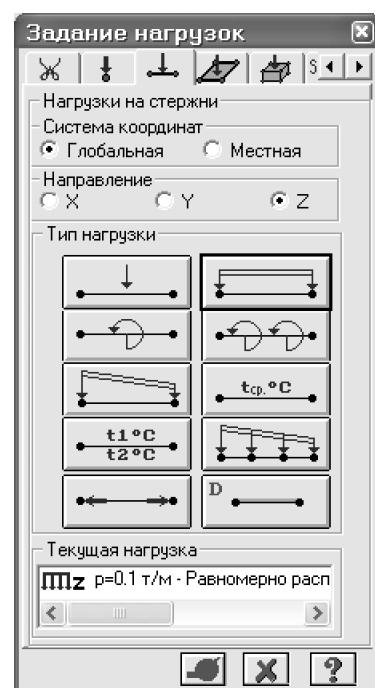

Рис.8.19. Диалоговое окно
- С помощью меню **Выбор** ⇒ **ПолиФильтр** (кнопка на панели инструментов) вызовите диалоговое окно **ПолиФильтр** (рис.8.19).
- В диалоговом окне **Задание нагрузок** (рис.8.19) активизируйте закладку **Нагрузки на стержни**.